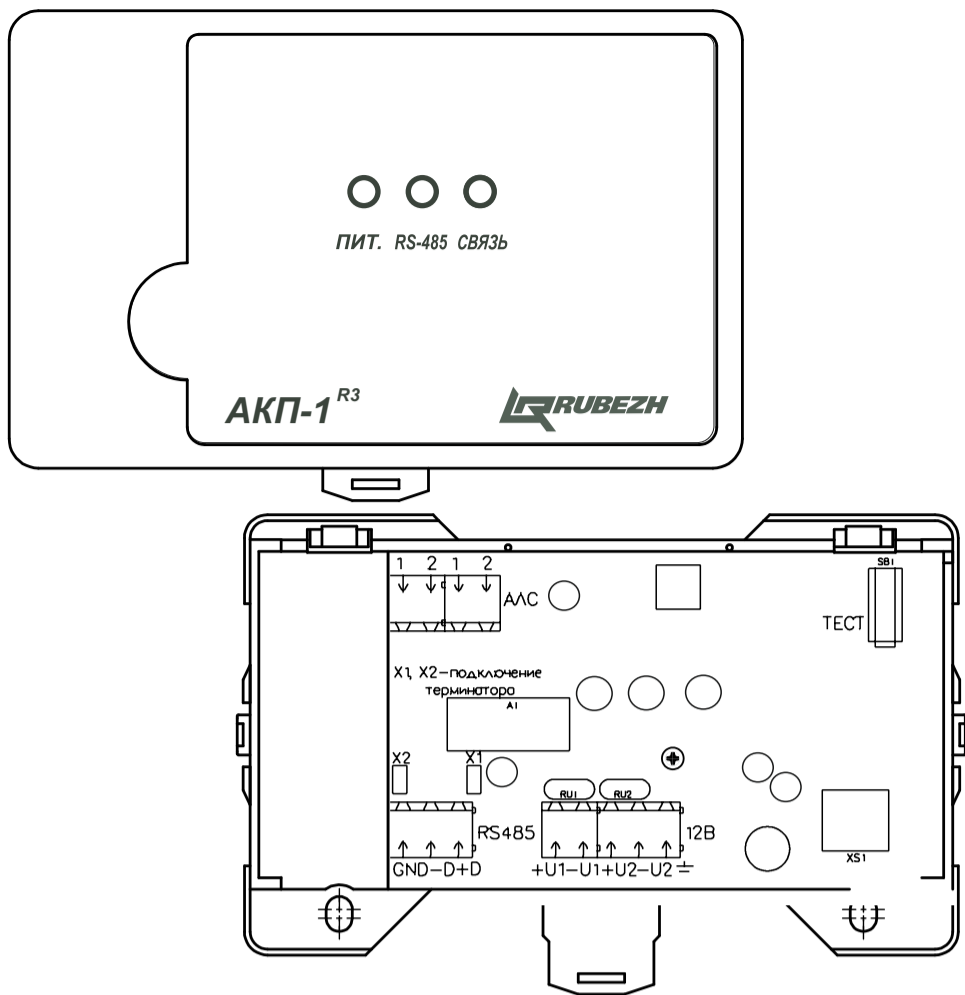

Рисунок 1
5.1 АКП-1 конструктивно выполнен в пластмассовом корпусе, внутри которого размещается плата с электронными компонентами (Рисунок 1). На плате установлены клеммные колодки для подключения АКП-1 к АЛС, RS-485 и внешнему питанию, а также вилки с джамперами «X1», «X2», которые следует замкнуть, если АКП-1 в линии RS-485 является оконечным.
5.3 На плате АКП-1 имеется кнопка **ТЕСТ** (Рисунок 1), которая используется для определения адреса модуля в АЛС прибора при кратковременном нажатии. При снятии крышки АКП-1 кнопка инициирует формирование сигнала «**Вскрытие**», передаваемого по АЛС в прибор.